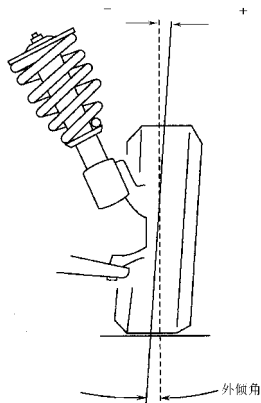

图 5-12 车轮的外倾角
33. 参见图 5-12，部件专家 A 说如果滑柱弯曲将会导致车轮外倾角偏离规定的范围。部件专家 B 说如果车轮外倾角不正确，将会导致轮胎过度磨损。谁是正确的？